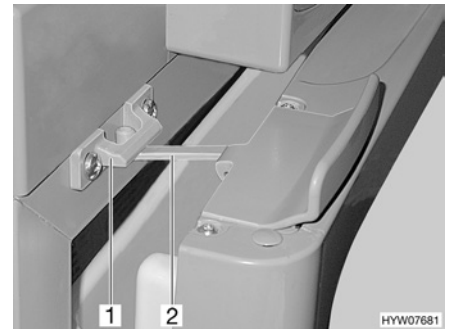

Bild 99 Kühlschranktür in Lüftungsstellung (Thetford)
- Verriegelung (Bild 99,2) aufklappen und in der Verriegelungsaufnahme (Bild 99,1) einrasten. Die Kühlschranktür bleibt damit leicht geöffnet.